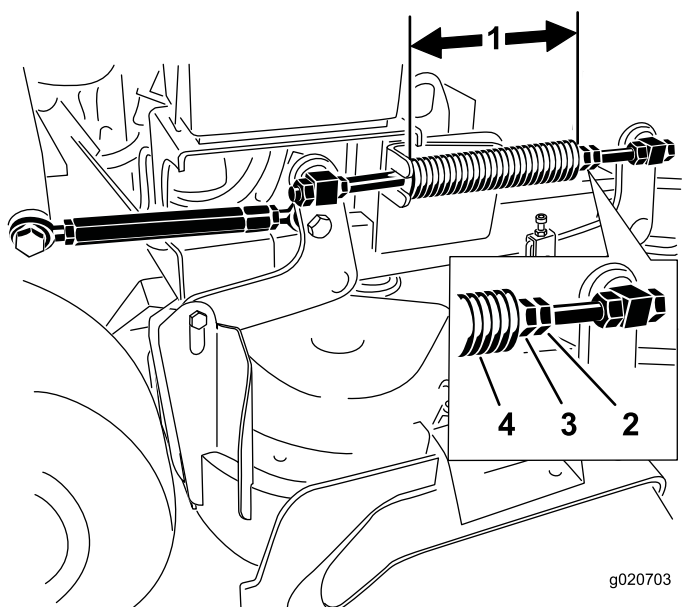

Figura 87
Nota: La longitud nominal es de 28,2 cm para carcasas de corte de 91 cm y de 25,7 cm para carcasas de corte de 102 cm (Figura 87).
3. Ajuste esta distancia aflojando la contratuercas elásticas y girando la tuerca que está delante de cada muelle (Figura 87).
4. Fije la tuerca en la posición deseada apretando la contratuercas elásticas (Figura 87).